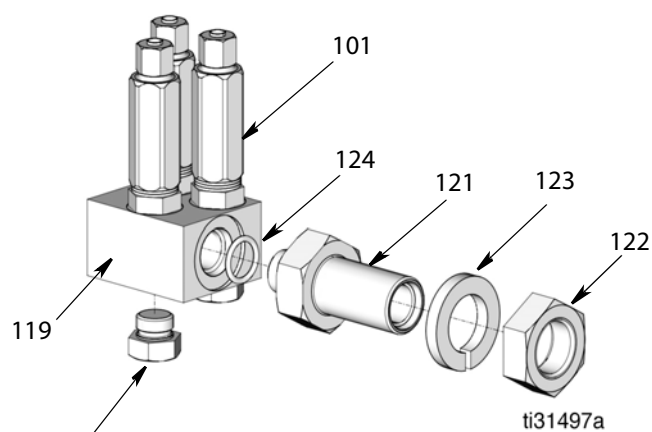

Рис.32
- Коллектор на 6 отверстий используется в смазочных системах на 6 или меньше точек смазки (Рис.32 и Рис.34).
1. Вставьте стержень коллектора (121) и уплотнительное кольцо (124) во впускное отверстие коллектора инжекторов (119 или 120) (Рис.32 и Рис.33, стр. 39).
2. Чтобы закрыть все неиспользуемые отверстия в коллекторе инжекторов, используйте заглушки (126) (Рис.32 и Рис.33, стр. 39). Убедитесь в том, что на заглушку установлено уплотнительное кольцо. Эти заглушки можно удалить и заменить соответствующими форсунками и смазочными линиями для создания дополнительных точек смазки.